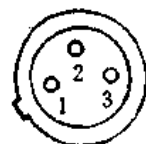

图 6-16 2DW7 型稳压管管脚顺序图
(2)极性和性能判别。如图 6-16 所示,从外观上判别,靠近管帽上白点的那只脚为①脚,让管脚正对自己,从①脚起顺时针数,分别为②脚和③脚。如果标记不清时,可用万用表测试判断,方法是:用  $R \times 1k$  档,先假定某只脚为③脚,用黑表笔接③脚,红表笔分别去接另外两只脚,若此时阻值均较小,则假定是正确的,这时让管脚正对自己,从③脚起反时针数,分别是②脚和①脚;若此时阻值均很大,则假定是错误的,应重新假定③脚,直到找准③脚为止。